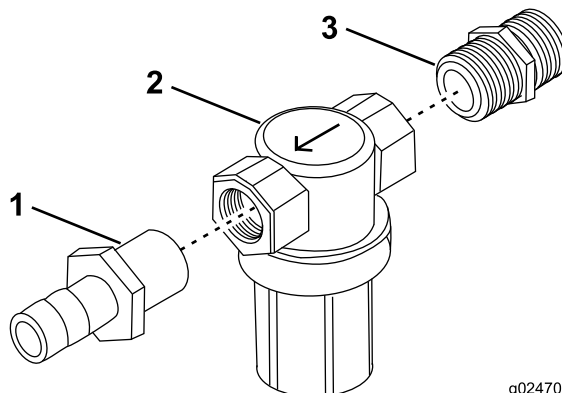

Figure 11
5. Assemblez le filtre sous pression (Figure 11).